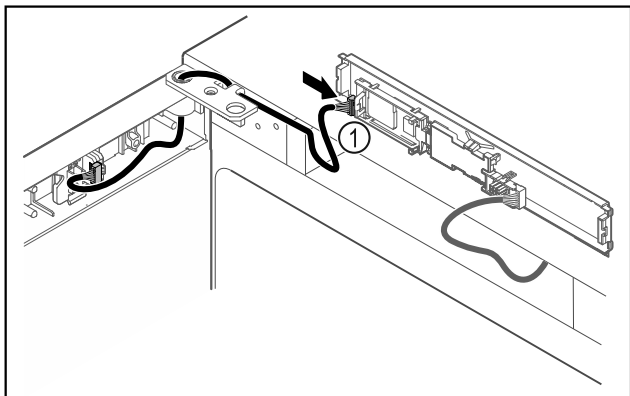

Fig. 46
- ▶ Natakните utikač Fig. 46 (1) na tiskanu pločicu.